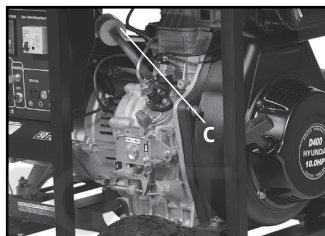

Рис. 16
- Этот фильтр (рис.16, С) необходимо заменять по мере его загрязнения, через 300 часов работы генератора, но не реже чем раза в год.